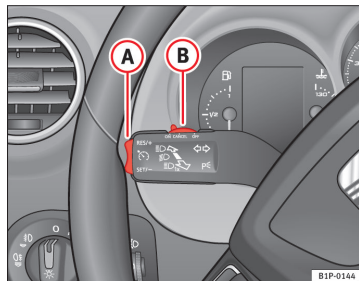

Fig. 132 Blink- og fjernlysarm: kontakt og vippeknop til fartpilot
- Tryk et kort øjeblik på den nederste del **SET/-** ⇒ Fig. 132 af vippeknappen **A**, når den hastighed, der skal gemmes, er nået.